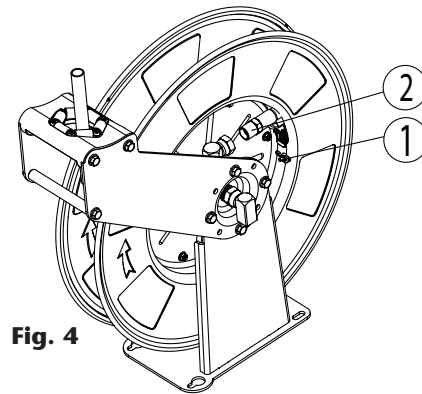

Fig. 4
2. Conecte la nueva manguera a la rótula (2) (fig.4) asegurándose de que se apoya sobre la pieza plástica, y coloque la brida isofónica (1) de tal modo que sujete la manguera contra el tambor firmemente. No es recomendable ejercer un elevado esfuerzo sobre la rótula, por lo que se recomienda que la manguera, en su zona entre la brida y la rótula, no esté tensionada, presentando una suave curvatura hasta conectar con la rótula.
2. Retire la brida isofónica (1) (fig. 4), y desconecte la manguera de la rótula (2) (fig. 4).
4. Conecte la nueva manguera a la rótula (2) (fig. 4) asegurándose de que se apoya sobre la pieza plástica, y coloque la brida isofónica (1) de tal modo que sujete la manguera contra el tambor firmemente. No es recomendable ejercer un elevado esfuerzo sobre la rótula, por lo que se recomienda que la manguera, en su zona entre la brida y la rótula, no esté tensionada, presentando una suave curvatura hasta conectar con la rótula.
3. Extraiga la manguera totalmente y asegúrese de que el tambor quede trincado. Retire la brida isofónica (1) (fig. 4), y desconecte la manguera de la rótula (2) (fig. 4).